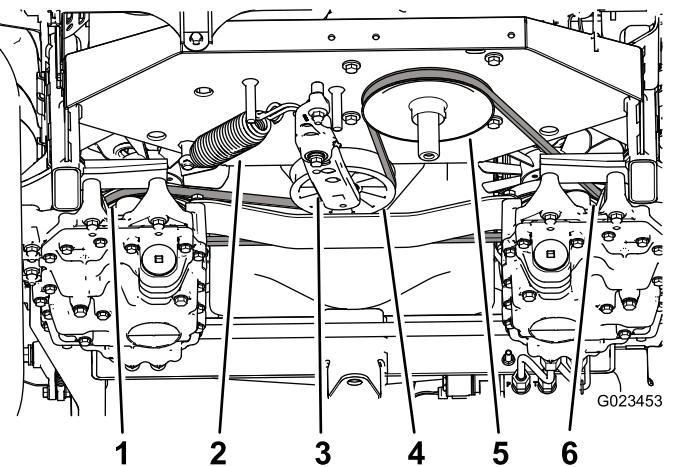

Figura 55
- Presione con una llave de carraca en el orificio cuadrado del brazo tensor para contrarrestar el muelle tensor (Figura 55), y retire la correa de la polea tensora.
- Desenganche el muelle tensor del brazo tensor y del bastidor (Figura 55).
- Instale el muelle en el brazo tensor y en el bastidor (Figura 55).